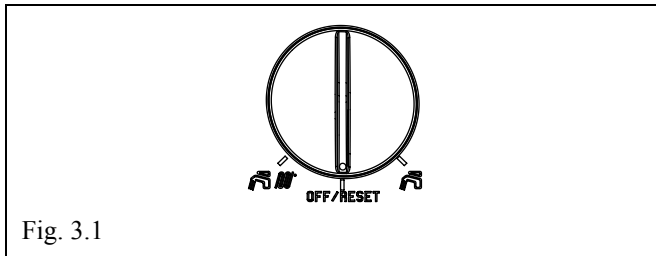

Fig. 3.1
In caso di assenze temporanee (fine settimana, brevi viaggi, ecc.) posizionare il selettore di funzione (FIG. 3.1) su OFF/RESET.
- posizionare il selettore di funzione (FIG. 3.1) su OFF/RESET;